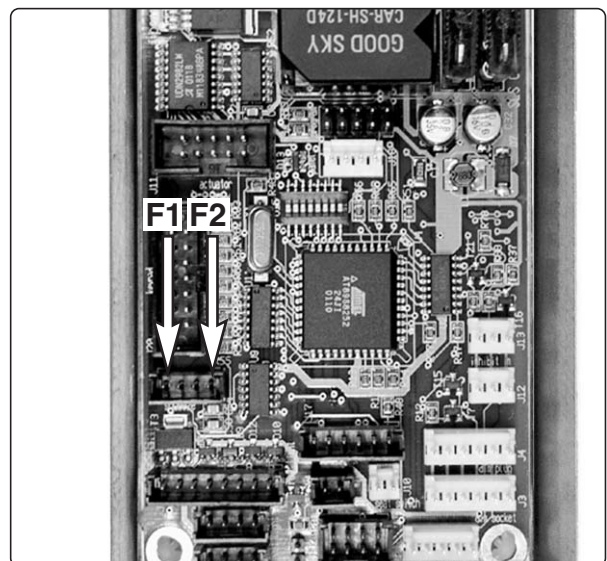

Abb. 57. F1 = 24V kontinuierlich 15A.
3. Wechseln Sie defekte Sicherungen aus, siehe Abb. 57.